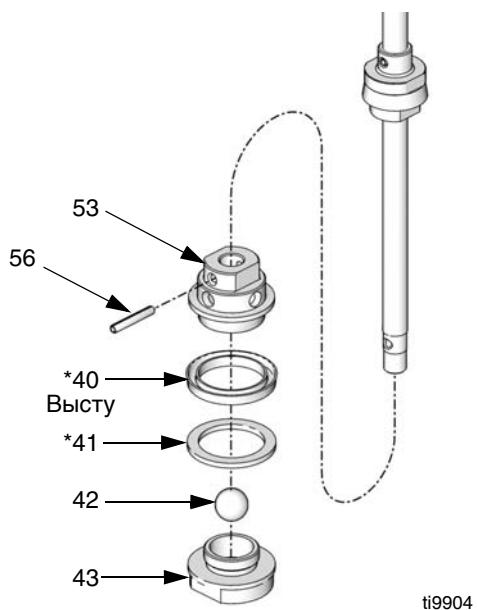

Рис.21
- 8 Снять пружинный штифт (56). Снять поршневой клапан. Вывинтить поршневой клапан (43) из корпуса поршня (53). Снять износное кольцо (41*), кольцевое уплотнение (40*) и шарик (42). Осмотрите все детали на наличие повреждений. См. Рис.21.